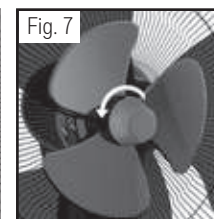

Fig. 7
4. Installez l'hélice sur l'arbre du moteur jusqu'à ce que la goupille de retenue entre dans l'encoche de l'hélice, puis. Placez la petite hélice sur l'arbre du moteur en vous assurant que la goupille de positionnement est insérée dans l'un des trois trous de la grande hélice. (Fig. 7)